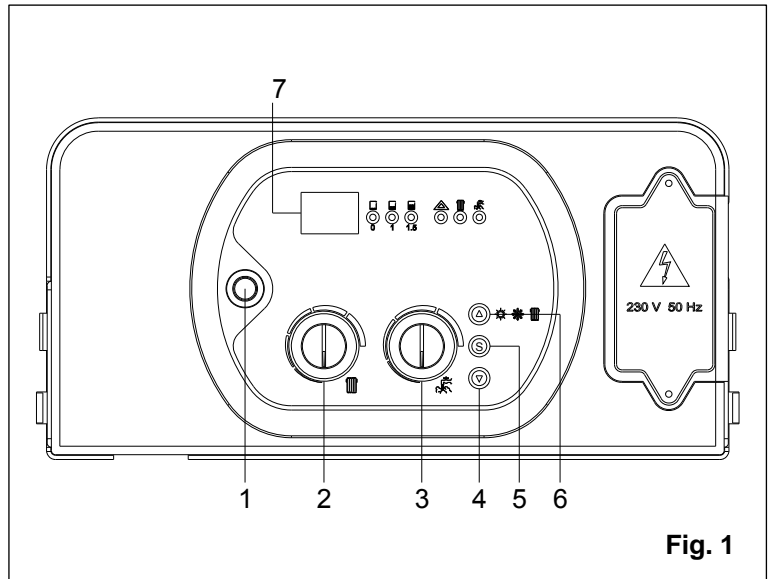
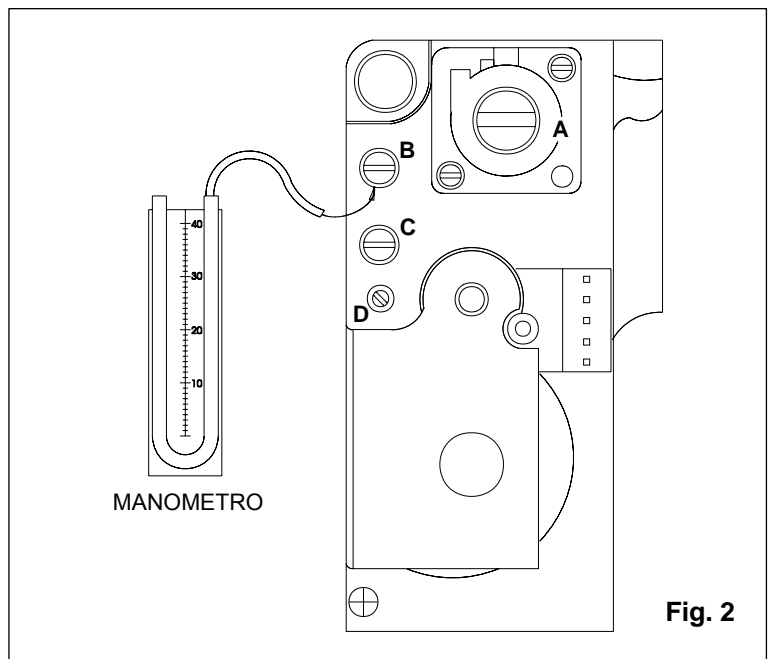

Fig. 1
Fig. 2
- posizionare l'interruttore di accensione (**1**) su **OFF** (fig. 1);
- inserire un manometro nella presa di pressione **B** (fig. 2);
- il manometro inserito nella presa di pressione **B** (fig. 1) segnerà la pressione gas;
- togliere il tubetto di silicone dalla presa di pressione **B** (fig.2), serrare la vite e assicurarsi che non vi siano fuoriuscite di gas;
a. posizionare l'interruttore di accensione (1) su **OFF** (fig. 1);
b. inserire un manometro nella presa di pressione **B** (fig. 2);
c. tenere premuti contemporaneamente i tasti (4) e (6), attivare l'interruttore di accensione (1) e attendere che il display (7) visualizzi "PL" – "0";
i. rilasciare i tasti (4) e (6);
b. tenendo premuto il tasto (5), con il tasto (6) selezionare il parametro **11**;
c. rilasciare il tasto (5); poi ripremerlo e rilasciarlo: il display (7) visualizzerà il valore parametro da modificare;
d. agire sul tasto (6) per raggiungere il valore **99**;
e. raggiunto il valore parametro "99", premere il tasto (5) per confermare e rilasciarlo, verrà visualizzato il valore **11** sul display;
h. il manometro inserito nella presa di pressione **B** (fig. 1) segnerà la pressione gas;
j. togliere il tappo in alluminio dello stabilizzatore **A** (fig.1) e agire con un cacciavite sulla vite in plastica;
n. togliere il tubetto di silicone dalla presa di pressione **B** (fig.1), serrare la vite e assicurarsi che non vi siano fuoriuscite di gas;